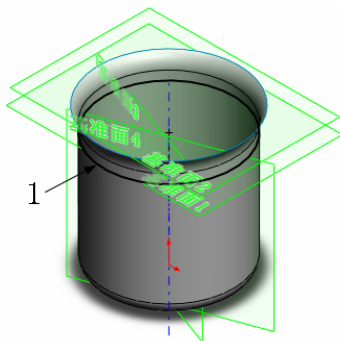

图 7-117 生成的交叉曲线
① 生成交叉曲线。单击“草图”工具栏中的“3D 草图”图标按钮, 然后选择菜单栏中的“工具”→“草图工具”→“交叉曲线”命令，用鼠标单击烧杯杯体轮廓和视图中的基准面 1，生成交叉曲线。图 7-117 中的曲线 1 为生成的交叉曲线。单击单击“草图”工具栏中的“3D 草图”图标按钮, 退出 3D 草图绘制状态。
② 设置基准面。用鼠标选择图 7-117 中的基准面 2，然后单击“标准视图”工具栏中的“正视于”图标，将该基准面作为绘制图形的基准面。